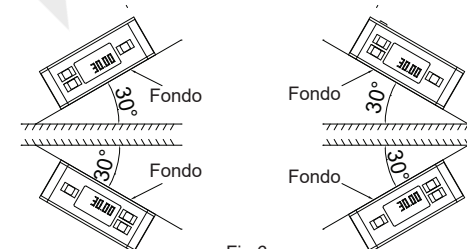

Fig.6
7. Lo strumento può essere utilizzato in 4 orientamenti, il display si capovolge quando la parte inferiore è rivolta verso l'alto (Fig. 6).